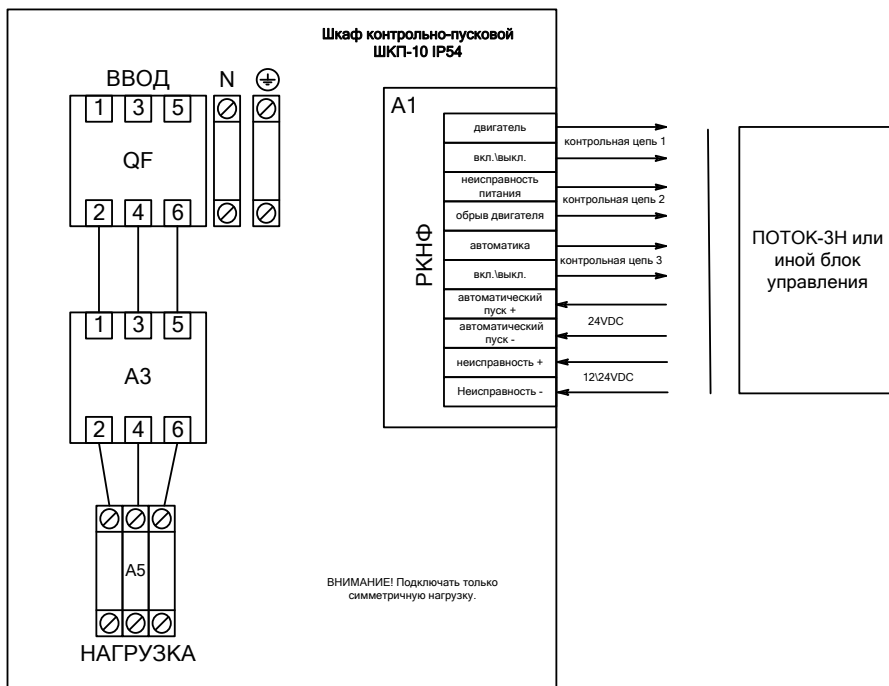

Рисунок 3. Вариант подключения шкафа при эксплуатации с трехфазной нагрузкой и блоком Поток-3Н
- 3) подключить к шкафу провода питающего сетевого напряжения, цепей нагрузки и контроля состояния согласно схеме электрической рис. 3;
- Максимально допустимое отклонение напряжения выставляется потенциометром 2 (см. рис. 3). $\Delta U_{\text{ном}}$ определяет одновременно верхний и нижний пороги срабатывания. Таким образом, входное напряжение будет считаться допустимым в диапазоне от $(220 - \Delta U_{\text{ном}})$ В до $(220 + \Delta U_{\text{ном}})$ В. $\Delta U_{\text{ном}}$ может принимать значения от 0 В (крайнее левое положение потенциометра) до 80 В (крайнее правое положение потенциометра).
- Время интегрирования неисправности (время задержки срабатывания) выставляется регулятором 3 (см. рис. 3). t_c определяет время накопления неисправности (восстановления) и может принимать значения от 0 с (крайнее левое положение потенциометра) до 16 с (крайнее правое положение потенциометра).